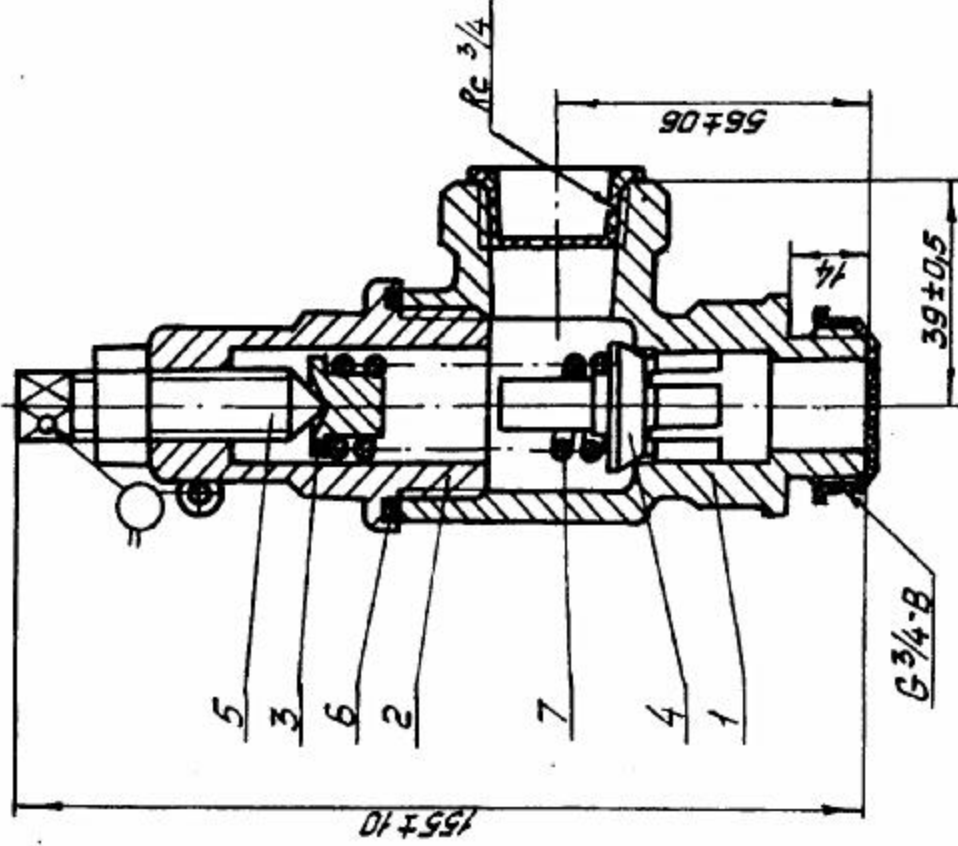

Рисунок 1
1.3.1. Клапан состоит (см. рисунок 1) из следующих основных деталей: корпуса – 1, стакана – 2, подпятника – 3, золотника – 4, винта регулировочного – 5, прокладки – 6, пружины – 7.